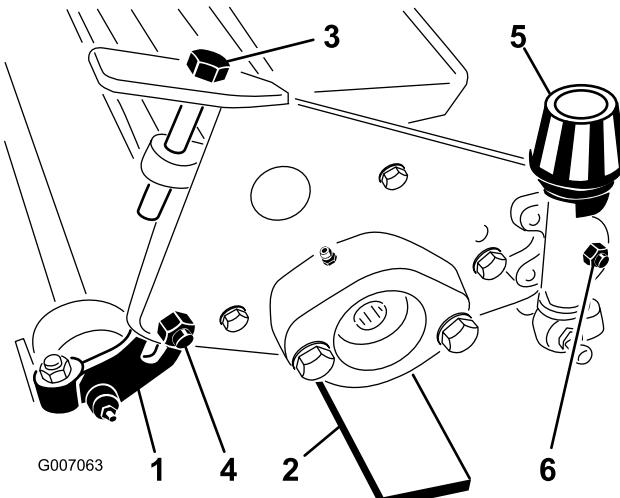

Figura 2
- Afloje las (2) tuercas de bloqueo de los pernos que aseguran los soportes de las ruedas traseras al bastidor de la escarificadora (Figura 2).
- Gire los tornillos de ajuste en cada extremo de la unidad escarificadora de forma que los soportes de las ruedas traseras se eleven a la posición superior máxima (Figura 2). Apoye las ruedas posteriores
1. Barra de ajuste (4)
3. Con ambas ruedas posteriores en contacto con la superficie horizontal, afloje ambas tuercas de bloqueo del mando de altura de corte. Gire los mandos de altura de corte hasta que ambos extremos del rodillo frontal estén en contacto con la superficie horizontal. Verifique el contacto empleando un trozo de papel para comprobar cada extremo del rodillo. Vuelva a apretar ambas tuercas de bloqueo del mando de altura de corte (Figura 2).